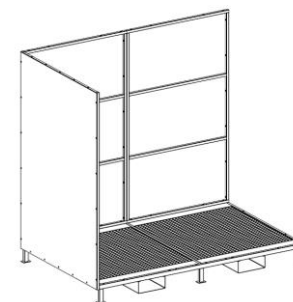

рис. 2
5.2. Соединить основание с боковой и задними стенками при помощи болтов и гаек (рис. 2).